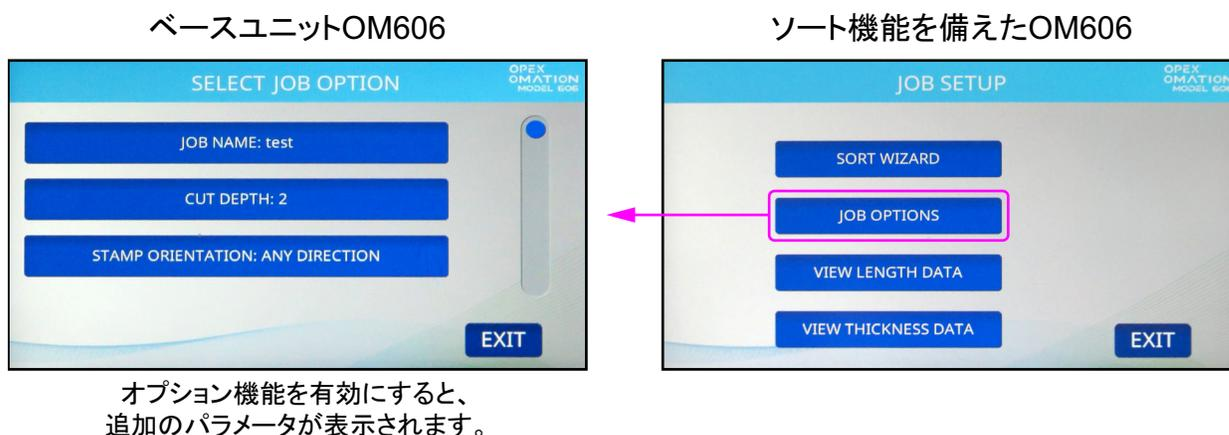

図 6-5 : 画面は機器の構成によって異なります
4. 次の画面は OM606 の構成によって異なります (図 6-5)。